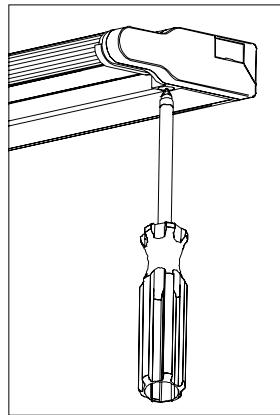

Figure 5
8. Drive fixture mounting screws securely. **See Fig 5.** Mounting screws are suitable for cabinet bottoms 3/8" or thicker. Use shorter screws for cabinet bottoms thinner than 3/8".
8. Atornille bien los TORNILLOS DE MONTAJE. **Ver Fig 5.** Los tornillos de montaje son apropiados para gabinetes con fondos de 3/8" o más gruesos. Use tornillos más cortos para gabinetes con fondos menores a 3/8".
8. Vissez fermement les vis de montage du luminaire. **Voir la Fig 5**
3. Drive fixture mounting screws securely. **See Fig 5.** Mounting screws are suitable for cabinet bottoms 3/8" or thicker. Use shorter screws for cabinet bottoms thinner than 3/8".
3. Atornille bien los TORNILLOS DE MONTAJE. **Ver Fig 5.** Los tornillos de montaje son apropiados para gabinetes con fondos de 3/8" o más gruesos. Use tornillos más cortos para gabinetes con fondos menores a 3/8".
3. Vissez fermement les vis de montage du luminaire. **Voir la Fig 5** Les vis de montage conviennent à des fonds d'armoire d'une épaisseur de 9.5mm ou plus. Utilisez des vis plus courtes pour des fonds d'armoire d'une épaisseur inférieure à 9.5mm.